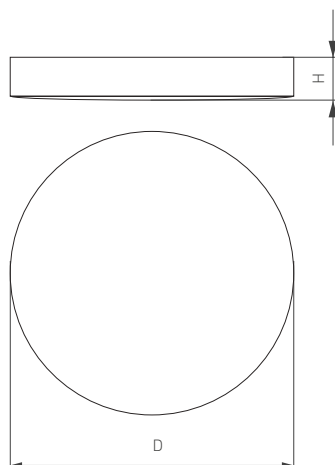

Рис. 1. Чертеж и габаритные размеры
- Перед установкой светильника следует настроить требуемый режим работы. Для этого предусмотрены DIP-переключатели режима мощности [5] и переключатель CCT [4], расположенные внутри светильника. Для доступа к ним необходимо снять монтажное основание [1], повернув его против часовой стрелки относительно корпуса светильника [2] (см. рис. 1), и открыть крышку коммутационного отсека [3], зажав держатели [6] и поднимая крышку [3] вверх.